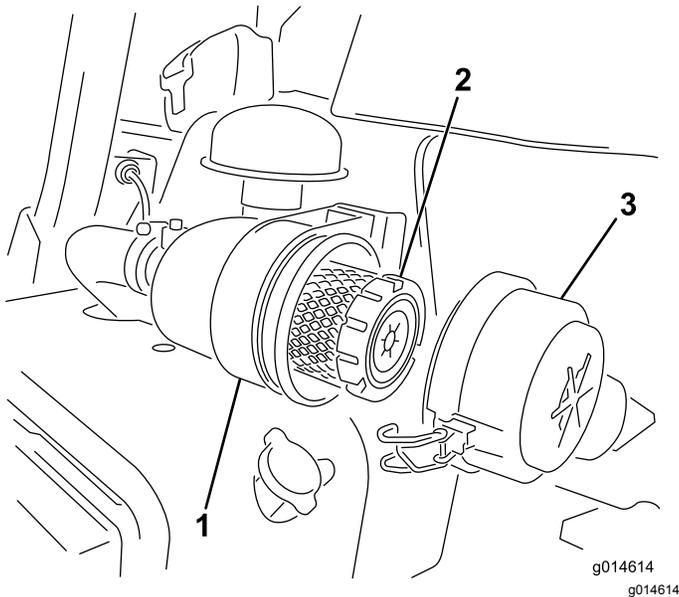

图38
1. 松开将空气滤清器盖固定到空气滤清器壳体上的搭扣图38。
7. 固定搭扣(图38)。